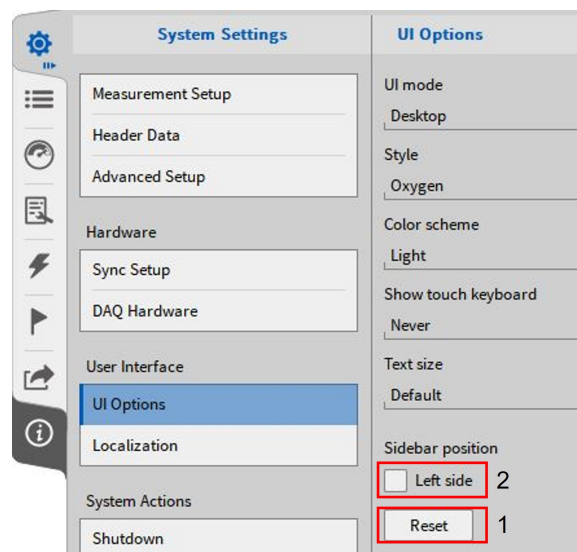

Abb. 3.20: Seitenleistenposition zurücksetzen
- Um die ursprüngliche Anordnung des Menüs wiederzuerhalten, gehen Sie in das *Systemeinstellungen-Menü – UI Optionen* und drücken Sie auf *Zurücksetzen* (siehe ① in Abb. 3.20).
- Der Benutzer kann auch die rechte und linke *Seitenleiste* tauschen. Gehen Sie dafür wieder in das *Systemeinstellungen-Menü – UI Optionen* und wählen Sie *Linke Seite* unter *Seitenleistenposition* (siehe (siehe ② in Abb. 3.20).